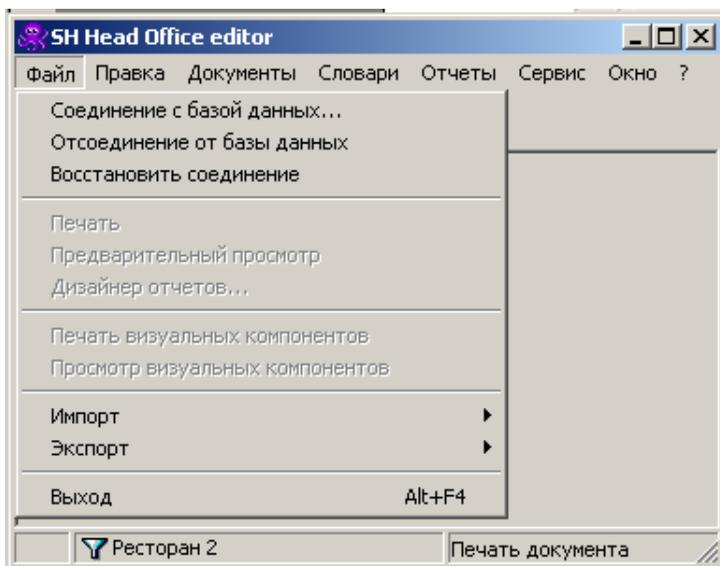

Рис. 7
Содержание пункта «*Файл*» главного меню представлено на Рис. 7.
**Соединение с сервером...** – эта команда выводит на экран окно *Соединение с сервером* (см. Рис. 7). В случае многопользовательского режима работы, для продолжения работы с приложением Store House Head Office в этом окне может зарегистрироваться другой пользователь, не закрывая программу.